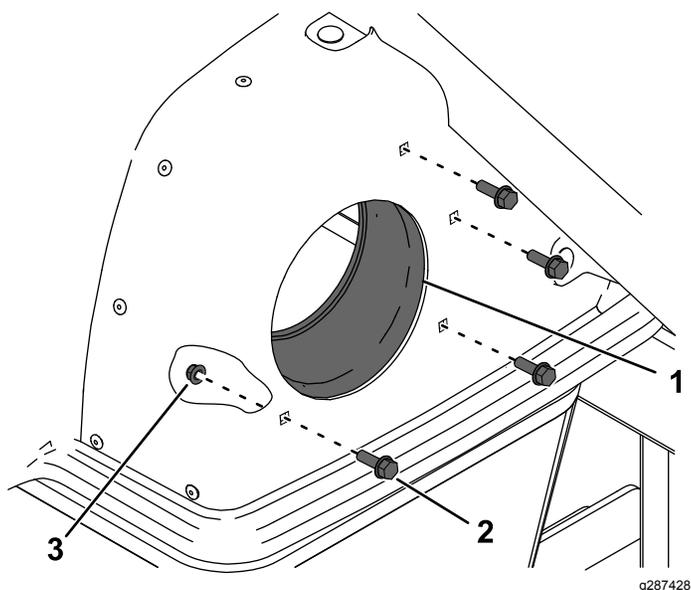

Figure 4
- 1. Bouton (4)
- 2. Collier de ventilateur (2)
- Sur le capot, retirez les 4 boulons, les 4 écrous et l'adaptateur de capot existants (Figure 4).
6. Fixez le nouvel adaptateur dans les nouveaux trous de montage du capot avec les 4 boulons et les 4 écrous (voir Figure 4). Serrez les boulons à un couple de 10,2 à 12,4 N·m.